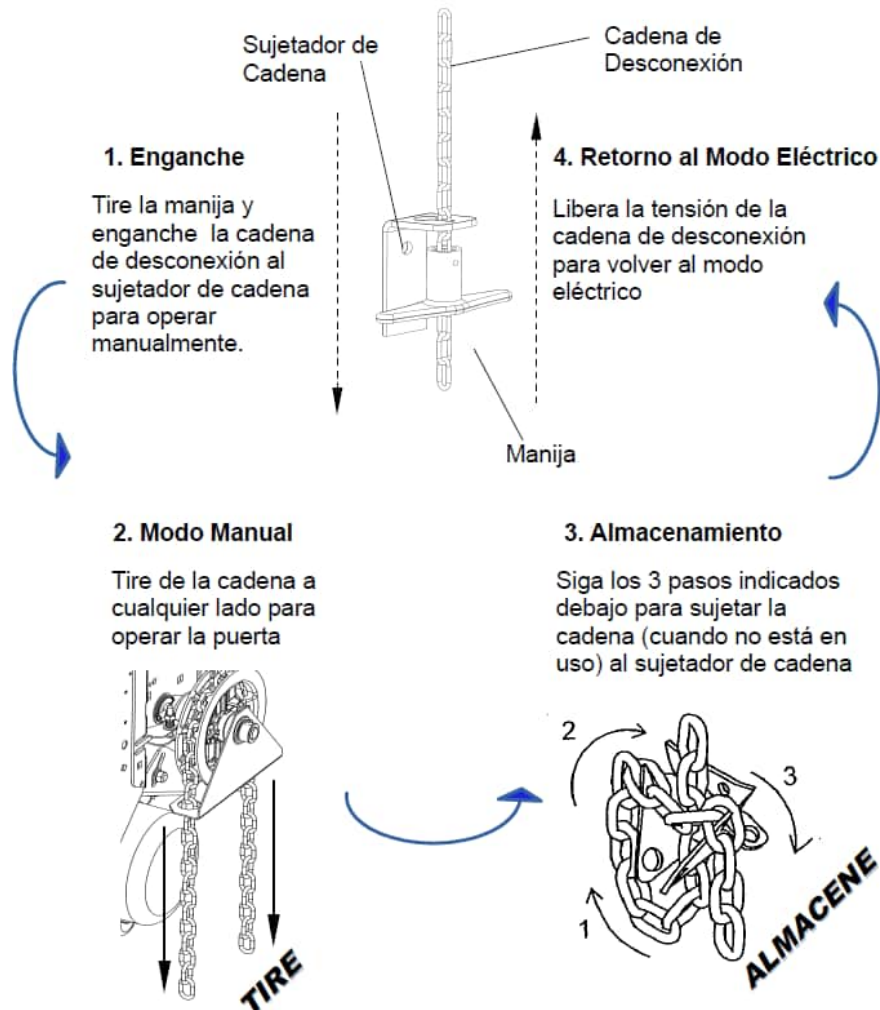

Figura 12 - Enganche y operación de la polea
- Activar el mecanismo de la polea manual (ver la Figura 12)